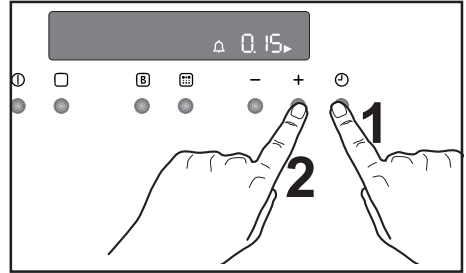

Fig. 7
- 1) Appuyez sur la touche  pour sélectionner la fonction Minuteur. Le symbole correspondant  clignote et le bandeau de commande affiche "0.00". (Fig. 7)